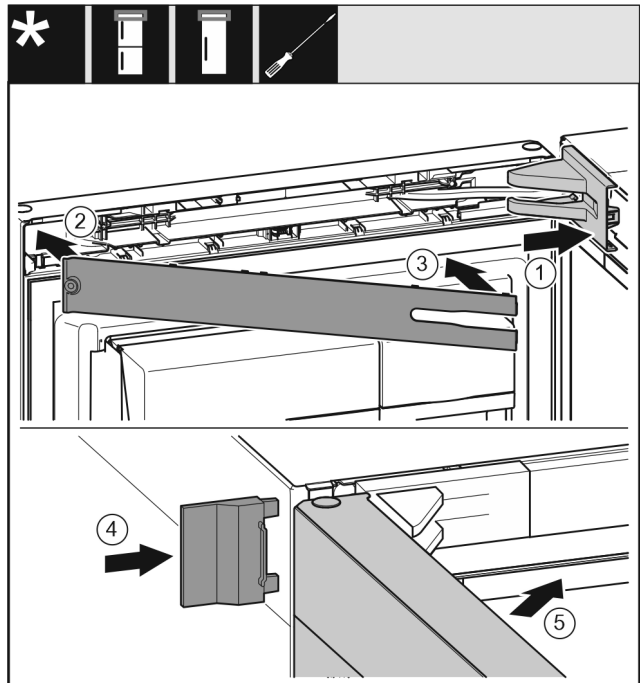

Fig. 27
- ▶ Stavite pokrov podloška ležaja i pustite ga da uskoči, po potrebi ga oprezno razdvojite. Fig. 27 (1)
- ▶ Stavite masku. Fig. 27 (2)
- ▶ Zakrenite masku i pustite da uskoči. Fig. 27 (3)
- ▶ Natakните vanjski pokrov. Fig. 27 (4)
- ▶ Zatvorite gornja vrata. Fig. 27 (5)